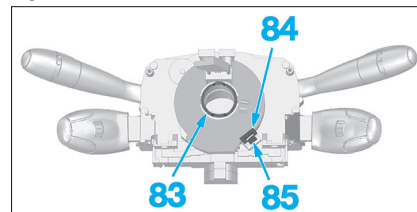

Fig. 45
- appuyer au centre du contacteur tournant (83) (Fig.45),